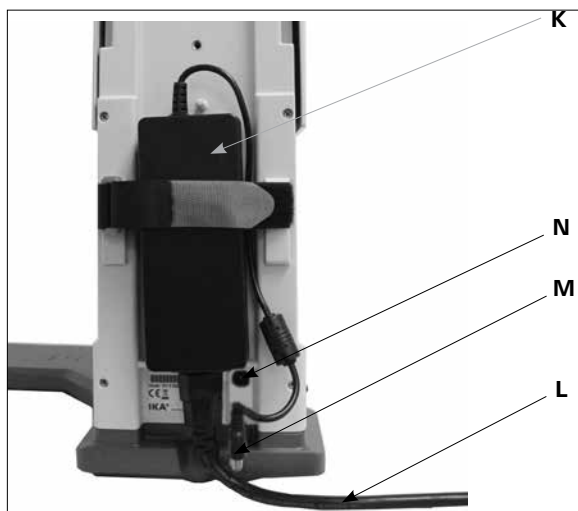

Fig. 9
3.) 安装电源适配器 (Fig. 9)
- 将电源适配器 (K) 置于仪器背部并以尼龙搭扣固定, 其中尼龙搭扣的魔术贴连接在电源适配器上。请注意, 尼龙搭扣的位置不得处于电源适配器与仪器背部相间的位置。
- 将低电压连接器 (M) 连接到连接接口 (N) 上。(Fig. 9)
- 将电源适配器的电源线插头 (L) 插入电源插座。